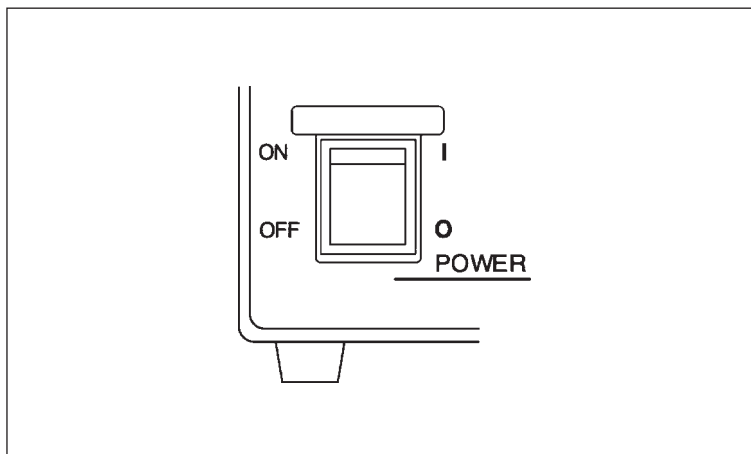

Рис. 3.9
1. Убедитесь в том, что Сетевой Выключатель на ПРИБОРЕ ДЛЯ ТЕРМОКОАГУЛЯЦИИ установлен в положение OFF (выключено) (См. рис. 3.9).